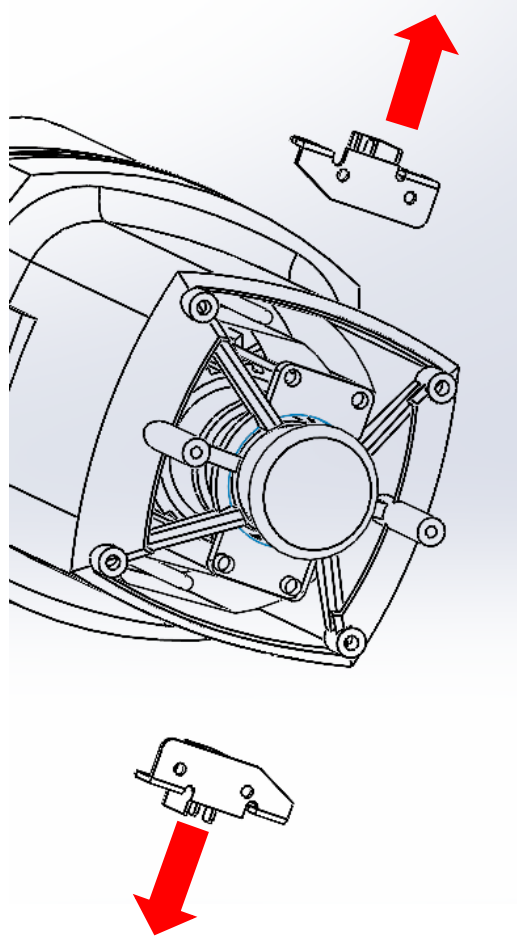

Figure 1.11
1.4.3 Kömür yuvalarını figure 1.11'de gösterildiği gibi çıkarın.